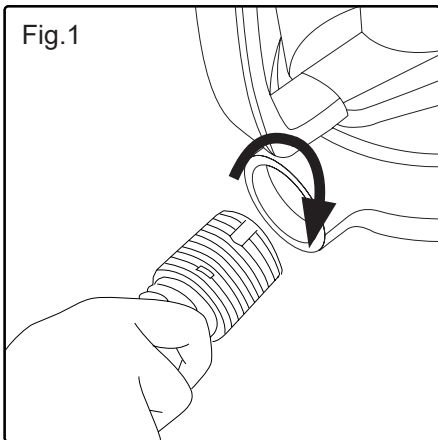

Fig.2
- Para desacoplar el conjunto manguera del aspirador, gire la manguera hacia la izquierda y estire hacia fuera (Fig.2)